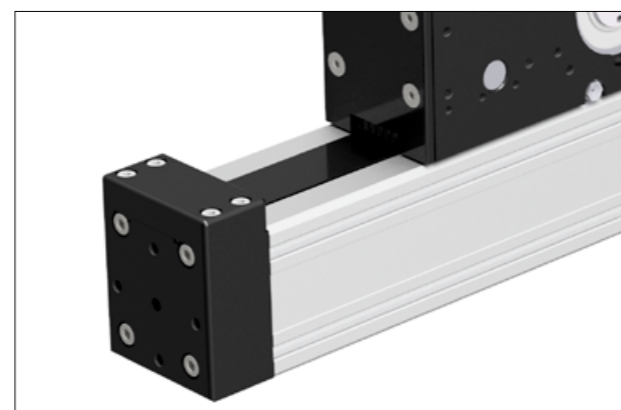

Bild 5.2 AXF mit Zahnriemen-Ω - Antrieb
- Kompakte Linearachse für den Einsatz als Hubachse für leichte und mittlere Lasten (Bild 5.2)